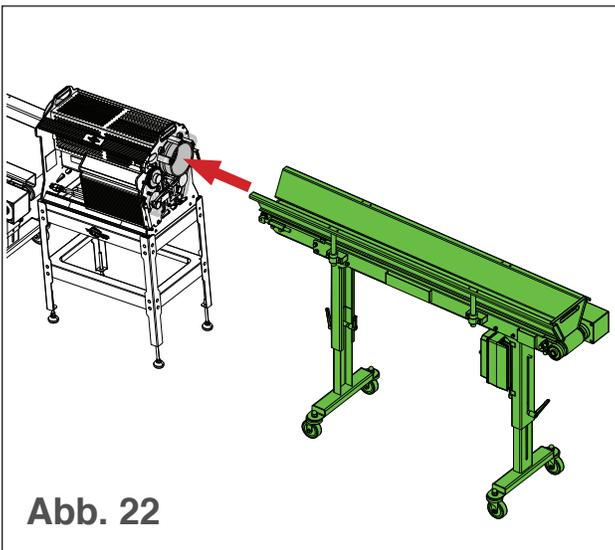

Abb. 22
4. Platzieren Sie das offene Ende des Zuführförderers in die T4-Trommel, ohne dass der Förderer die Trommel berührt (siehe Abb. 22).